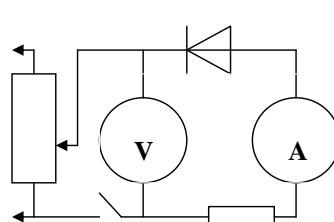

Рис. 2
1. Разберитесь с работой схемы, представленной на рис. 2. Обратите внимание на полярность включения диода и измерительных приборов.
Динамометр типа ДПН (рис. 2) состоит из корпуса 3, внутри которого размещена измерительная пружина 5, имеющая прямой конец с открытым зацепом 7. Зацеп предназначен для соединения петли 8 с измерительной пружиной динамометра. Для отсчета показаний по шкале на измерительной пружине закреплена стрелка 6. Исследуемую жидкость наливают в стеклянную чашку 9.
2. Подготовьте прибор к выполнению измерений. Для этого наденьте на открытый зацеп 7 петлю 8 (см. рис. 2). Придерживая установочный винт 1, отверните стопорный винт 2. Вращая стакан 4 и нажимая на головку винта 1, установите стрелку динамометра на нулевое деление шкалы. Завинтите стопорный винт.